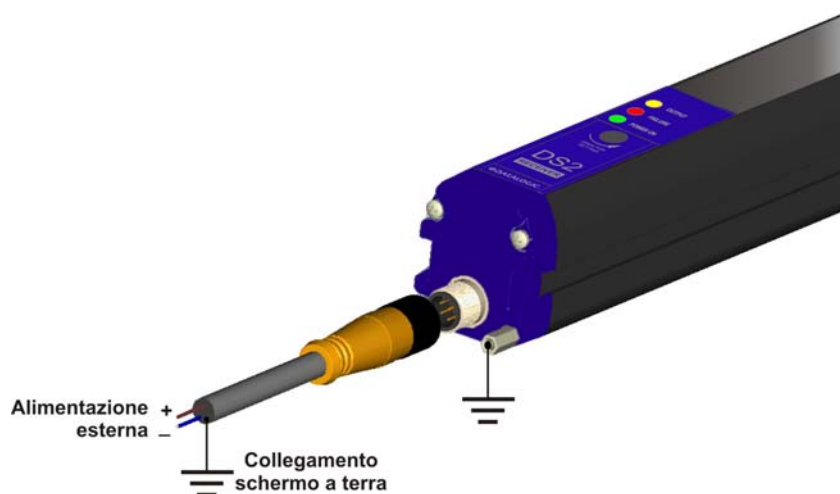

Fig. 5
- Nel collegamento standard non sono previsti cavi schermati. Tuttavia qualora lo si ritenga opportuno, è possibile utilizzarli; in questo caso attenersi al collegamento a terra (sia dell'unità che del cavo stesso) secondo quanto indicato in Fig.5.
- Attenersi al collegamento in Fig.5 qualora si utilizzi il collegamento a terra dell'intero sistema.